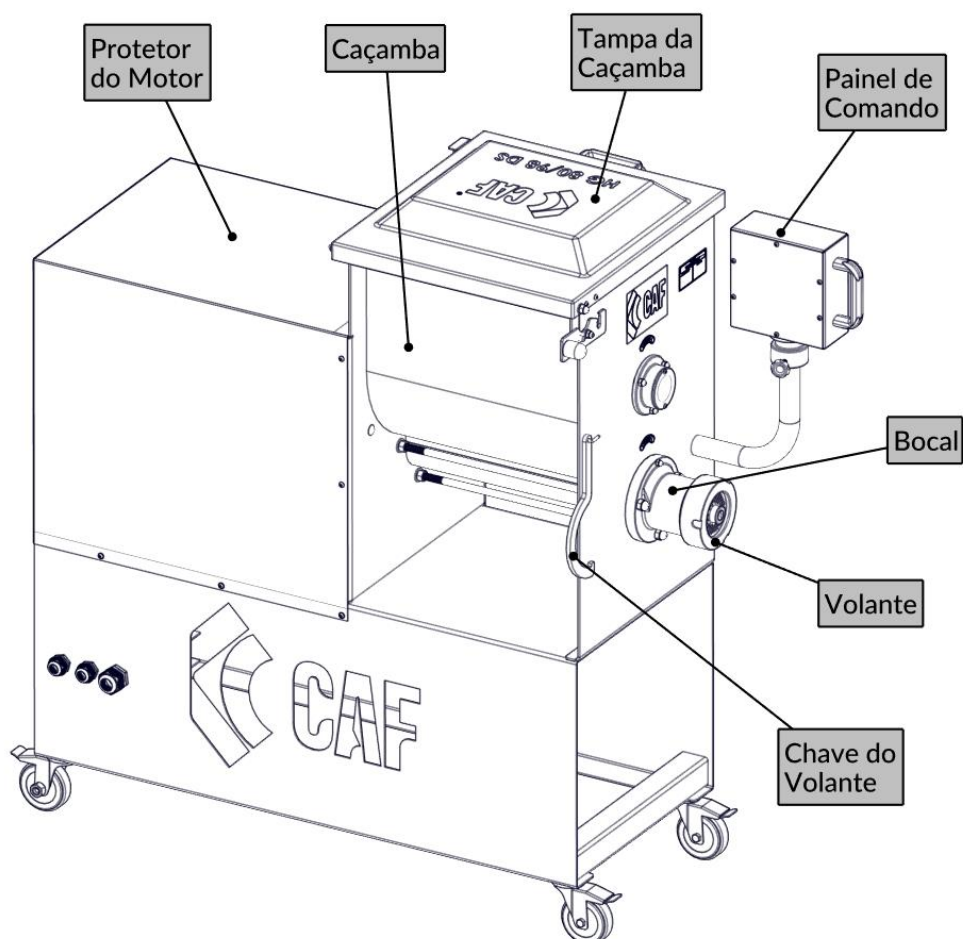

FIG. 1
2. Coloque o produto a ser processado na caçamba (FIG. 1) e feche a tampa;